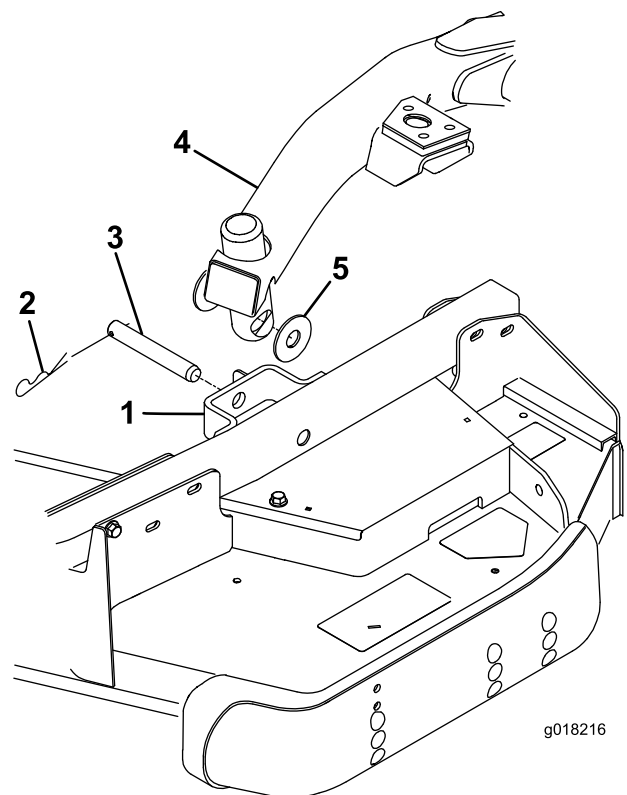

Bild 5
Setzen Sie die Druckscheiben zwischen den Hubarm und die Halterung des Laufradarms (Bild 5) und setzen Sie das Ende des Splints in die Nase des Laufradarms ein, um den Splint zu befestigen.
1. Entfernen Sie die zwei Druckscheiben, den Lastösenbolzen und Splint aus der Halterung jedes Laufradarms am Mähwerk (Bild 5).
3. Drücken Sie den Hubhebel nach vorne in die SCHWEBE-Stellung. Drücken Sie einen Hubarm nach unten, bis die Löcher im Hubarm mit den Löchern in der Laufradarm-Halterung ausgefluchtet sind (Bild 5).